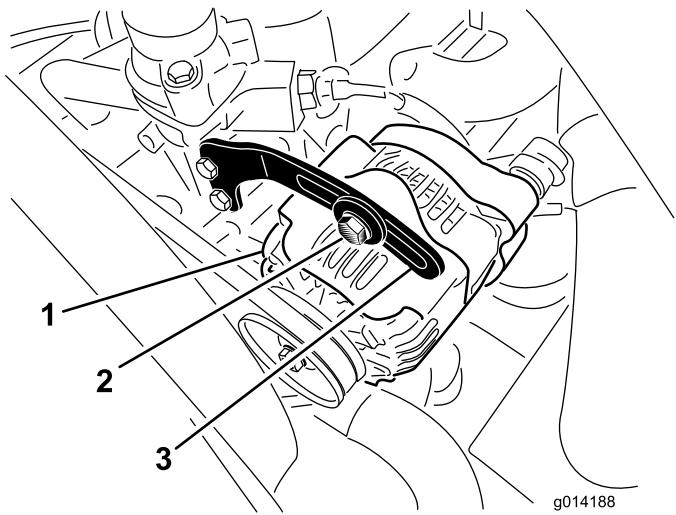

図 46
2. オルタネータ側プーリとクランクシャフト側プーリ間の中央部でオルタネータベルト(図46)を指で10kg程度の力で押してベルトの張りを点検する。
3. ブレースをオルタネータ図46に固定しているボルトと、オルタネータのピボットボルトをゆるめる。